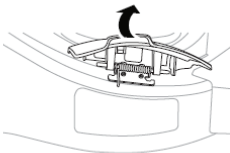

Рис. 26
3. Поднимите крышку бокового выброса (Рис. 26).